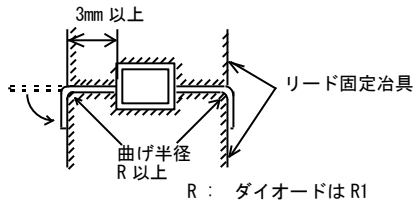

図 2 リード曲げ治具例
- c) リードの曲げ半径 R は R1 以上とし図 2 に示す治具例によるリードフォーミング加工を推奨いたします。